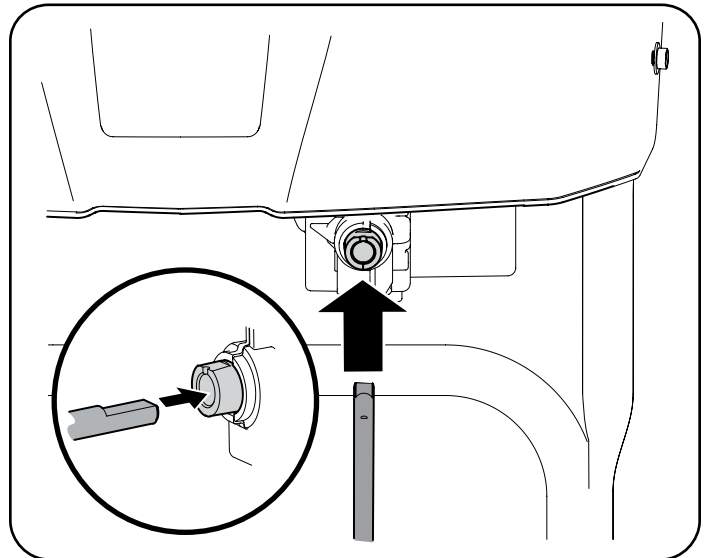

Figura 31
5. Inserte el otro extremo de la varilla de control del canal en el acoplador que se encuentra debajo del panel de la manija. Asegúrese de alinear el extremo plano de la varilla y el extremo plano del acoplador. Puede ser necesario girar la varilla hasta que se alineen estas dos superficies. Consulte el recuadro Figura 31.